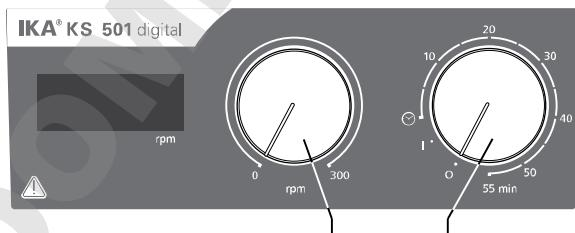

Fig. 3
- ⇒ Za vklop naprave vrtljivi gumb »On/Off« in »Timer« (B, glejte Fig. 3) premaknite v smeri urinega kazalca na položaj »1«.
- ⇒ Za izklop naprave vrtljivi gumb »On/Off« in »Timer« (B) premaknite v smeri urinega kazalca na položaj »0«.
- ⇒ Za vklop naprave vrtljivi gumb »On/Off« in »Timer« (B, glejte Fig. 3) premaknite v smeri urinega kazalca prek položaja »0«.
- ⇒ Število vrtljajev motorja nastavite z vrtljivim gumbom »Speed« (C, glejte Fig. 3). Pri napravah lahko število vrtljajev motorja nastavite od 0 do 300 obratov na minuto (rpm).